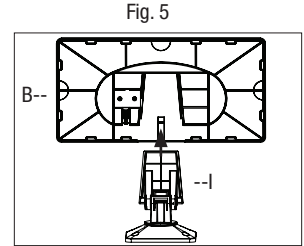

Fig. 5
4. Glissez le panneau solaire (B) sur la plaque de montage du panneau solaire (I) jusqu'à ce que vous sentiez et entendiez un déclic (Fig. 5). Apportez tout ajustement final au panneau afin d'optimiser l'exposition aux rayons du soleil.